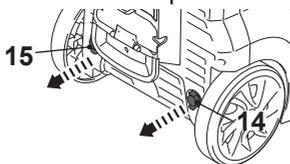

Fig. 29
- > Pressez les loquets l'un contre l'autre et sortez l'aiguille (15) ou le tube (14) de son emplacement (Fig. 29).
- > Après utilisation, remettez toujours l'aiguille (15) et le tube (14) dans leurs emplacements respectifs.